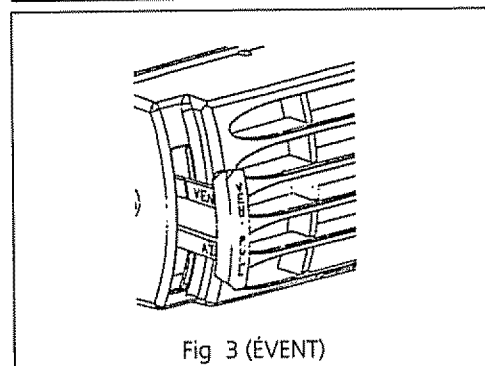

Fig 3 (ÉVENT)
La poignée de contrôle de l'évent fait partie de l'ensemble du panneau décoratif avant (FIG. 3). La poignée doit être installée avant que le panneau décoratif ne soit mis en place. Voir illustration ci-dessous.
- Pour la plupart des installations dans une fenêtre, le panneau avant devra être retiré pour accéder au filtre pour le nettoyage (figure 3). Pour enlever le panneau avant, exécutez la procédure inverse de montage, décrite dans la section "**Montage de la partie avant**" pour les climatiseurs à écoulement latéral.